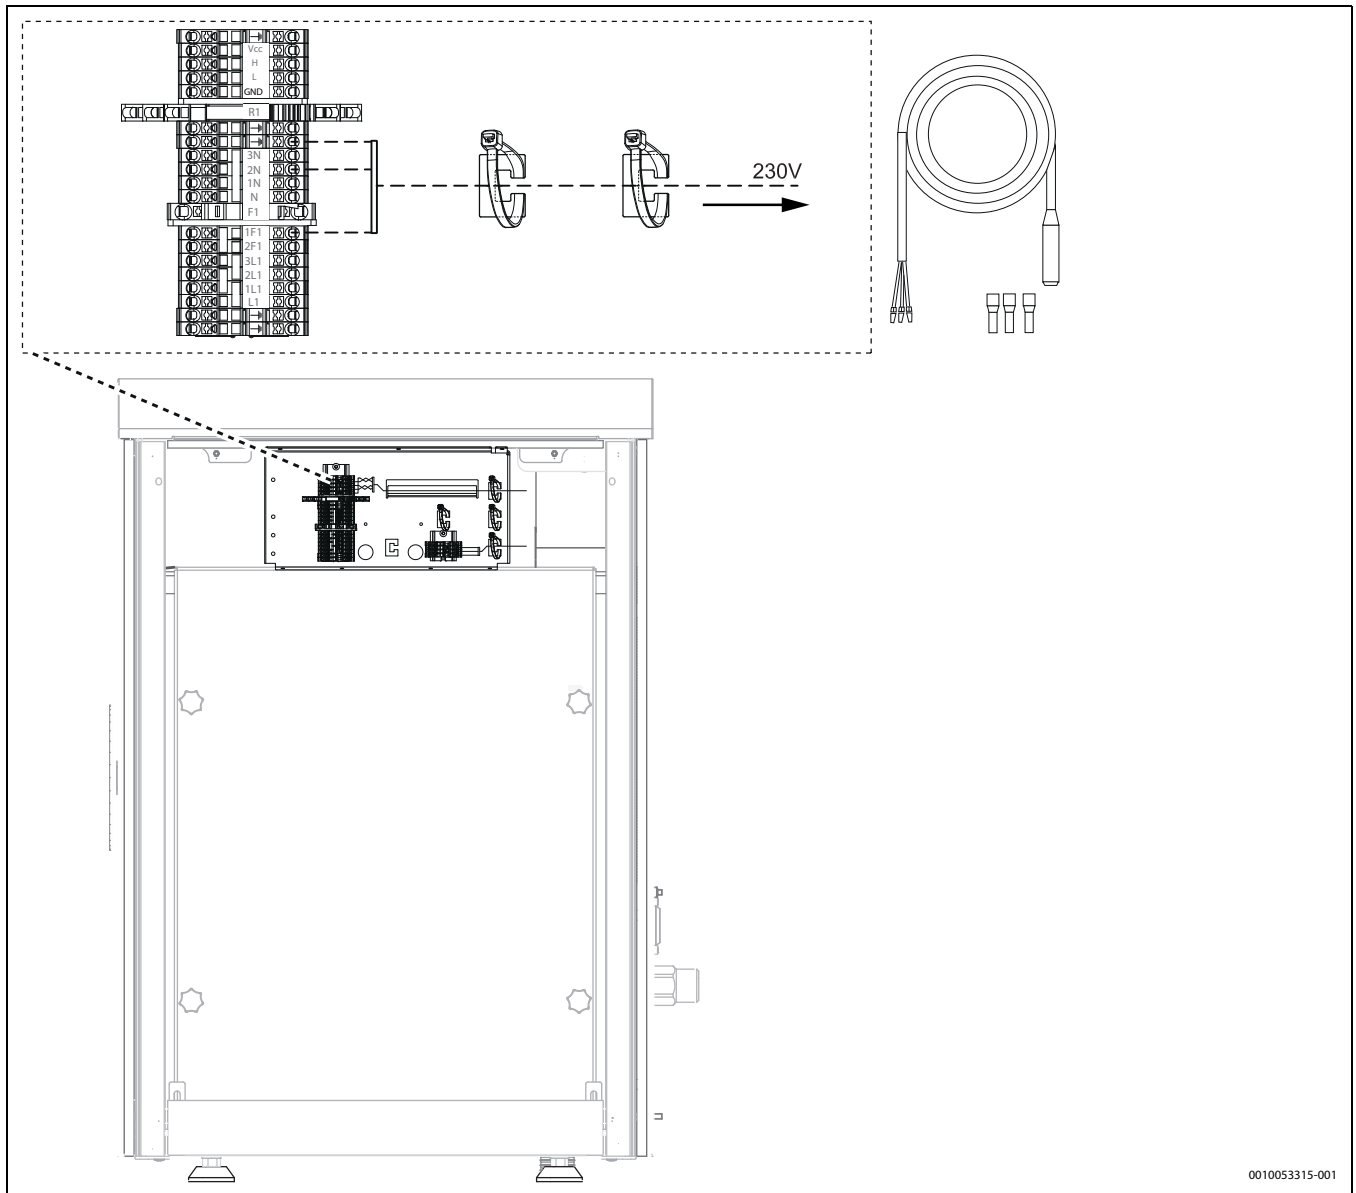

Bild 42 Heizkabelanschluss (Zubehör)
- Kabel entsprechend → Abbildung 42 anschließen.